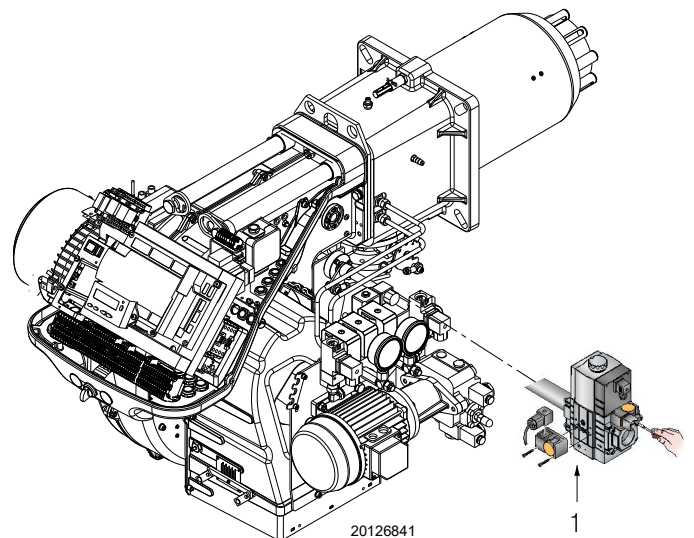

Abb. 39
- Prüfen Sie den Versorgungsdruck des Gases durch Anschließen eines Druckmessers an der Druckentnahmestelle 1)(Abb. 39) des Minimal-Gasdruckwächters: er muss geringer als der maximal zulässige Druck der Gasarmatur sein, der auf dem Kennschild der technischen Daten angegeben ist.
- Lassen Sie die Luft aus der Leitung der Gasarmatur ab, indem Sie eine Kunststoffleitung an die Druckentnahmestelle 1)(Abb. 39) des Minimal-Gasdruckwächters anschließen. Führen Sie die Entlüftungsleitung aus dem Gebäude, bis Gasgeruch wahrzunehmen ist.